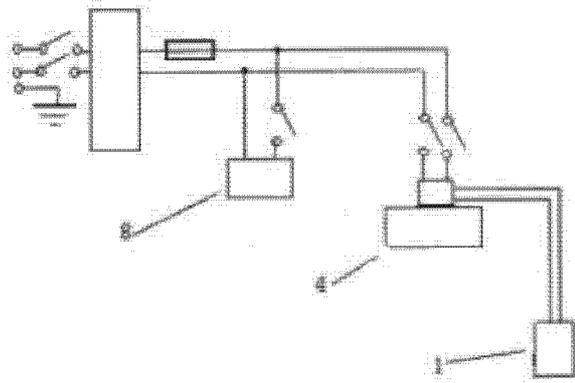

图 3
- [0013] 图 3 为本实用新型的电路图；
[0022] 结合附图 3 说一下水空调整个工作流程的电路部分：电源与气压泵 4 上的压控开关相连，压控开关再与抽水泵 1 相连，气压泵 4 本身不用电，只是用气压泵 4 上的压控开关来控制抽水泵 1 上的电源，压控开关常通着电，当气压泵 4 里面的水快用完时，压控开关自动闭合，给抽水泵 1 通电，向气压泵 4 里面抽水，水满后，压控开关自动断开，停止抽水。